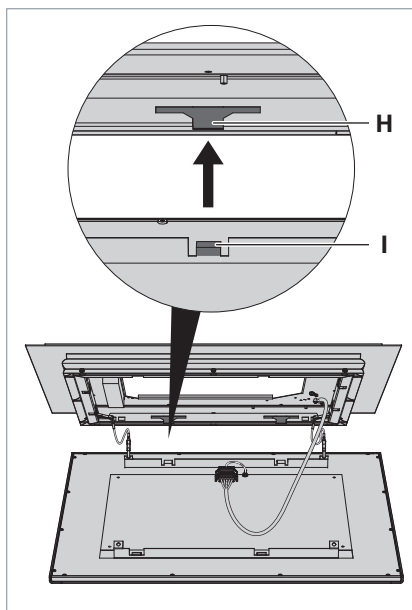

Fig. 9: Direktlicht-Element positionieren.
- Führen Sie die vier Laschen **I** am Direktlicht-Element in die vier Aussparungen **H** am Leuchtenrahmen, siehe Fig. 9.